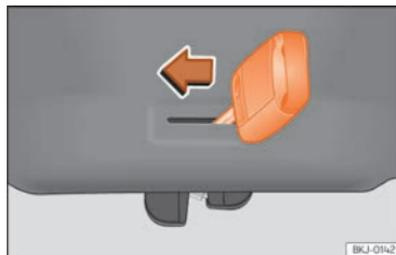

Fig. 59 Detalle del maletero: desbloqueo de emergencia.
- Introduzca el espadín de la llave en la ranura y desplace la llave en el sentido de la flecha hasta que la cerradura se desbloquee >>> **fig. 59.**